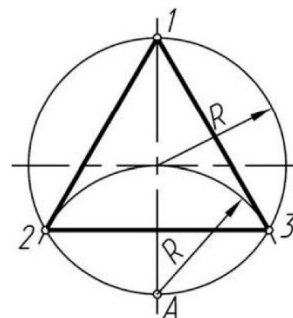

Рис. 114. Деление окружности на три части
1. Деление окружности на три равные части выполняем с помощью циркуля (рис. 114). Ставим иглу циркуля в точку *A* окружности и чертим дугу радиуса *R*, которая пересекает окружность в точках *2* и *3*. Точки *1*, *2*, *3* делят окружность на 3 равные части.
- 10) Посмотрите на рис. 114, 120. Опишите деление окружности на равные части по схеме: